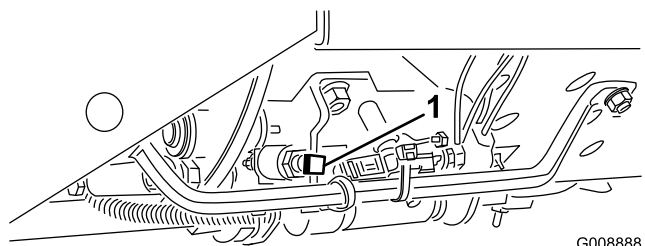

图32
**重要事项:** 剪草速度在出厂时设定为 9.7km/h。调节速度限位螺丝 (图32) 可以增加或降低速度。